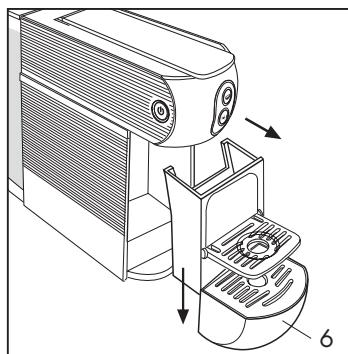

Abb. 12
Dazu die Schale (6) (**Abb. 12**) heraus nehmen und vom Sammelbehälter trennen, indem Sie sie nach unten ziehen. Gehen Sie vorsichtig vor, da die Schale Flüssigkeit enthalten könnte.